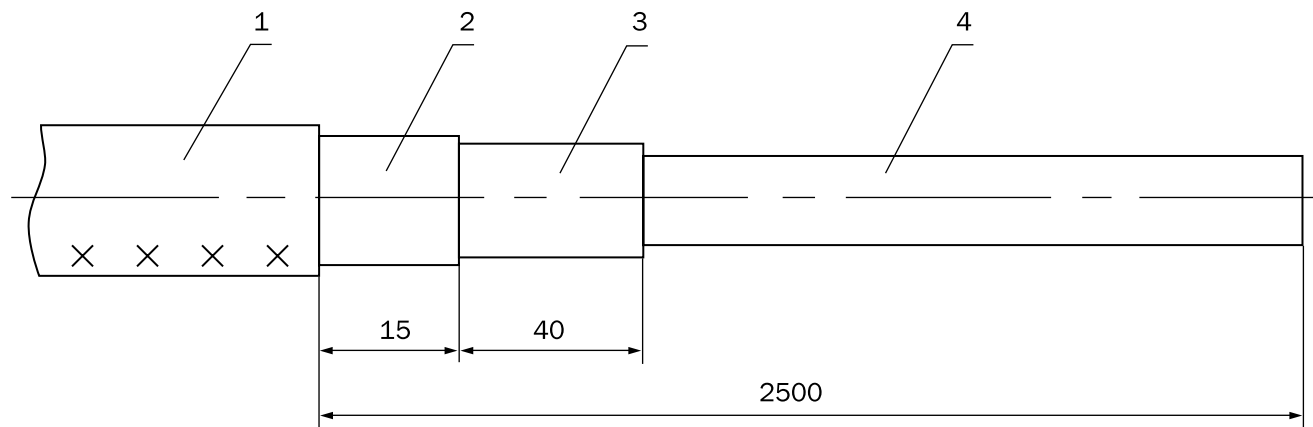

Рис. 2. Разделка оптического кабеля с любым бронепокровом
4.1.6. Произвести разделку ОК, как показано на *рис. 2* и зачистить броню от гидрофобного заполнителя или окисного покрытия (бронепокрова из стальных лент). С целью исключения перегрева модулей ОК вблизи зоны продольной герметизации, промежуточную оболочку удалить после усадки трубки ТУТ.